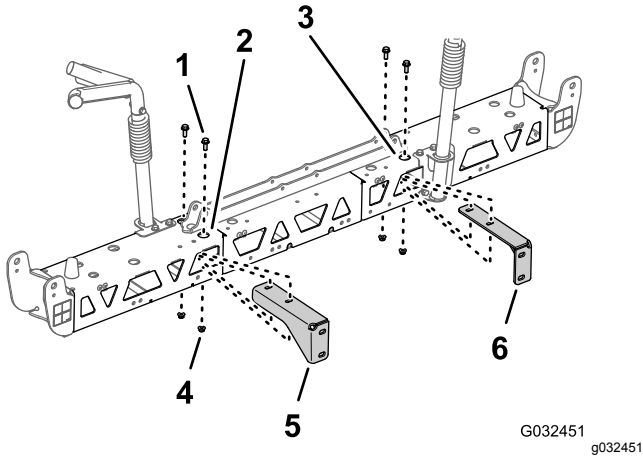

図 56
2. 図 56 に示すように、右サポートブラケットの穴を右トラスフレームの穴に合わせる。
3. 右側サポートブラケットを右側トラスフレームに取り付ける 図 56 ステップ 2 と 3 センターブームからサポートブラケットを外す (ページ 27) で取り外したフランジヘッドボルト ($\frac{5}{8}$ x 1") 2本とフランジロックナット $\frac{5}{8}$ " 2個を使用する。
4. 左トラスフレームの左サポートブラケットにも、ステップ 2 と 3 の作業を行う 図 56。